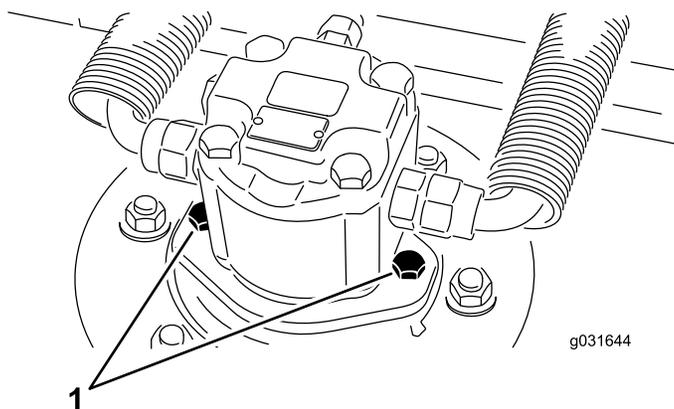

Figura 63
2. Retire los tornillos de montaje del motor hidráulico, desconecte el motor hidráulico y retírelo de la carcasa (Figura 63).
4. Instale el motor hidráulico en la carcasa con los tornillos de montaje (Figura 63).